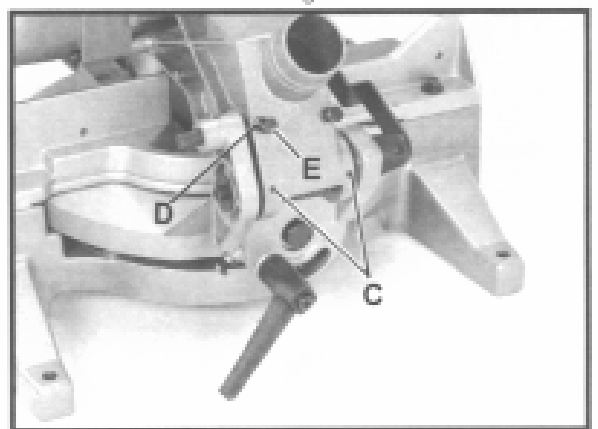

Fig. 21
4. Ist dies nicht der Fall wie folgend vorgehen: die 2 Innensechskant-Schrauben (C) Fig. 21 lösen, den Sägekopf nach der linken und rechten Seite drücken und dann das Blatt in die Mitte der Tischeinlage stellen. Die Schrauben (C) festziehen.
2. Der Endanschlag der Schnittiefe kann wie folgend eingestellt werden. Hinweis: Darauf achten, dass das Sägeblatt nicht in den Säge Tisch schneidet. Zum Einstellen die Mutter (D) Fig. 21 lösen und den Endanschlag mittels der Schraube (E) einstellen.